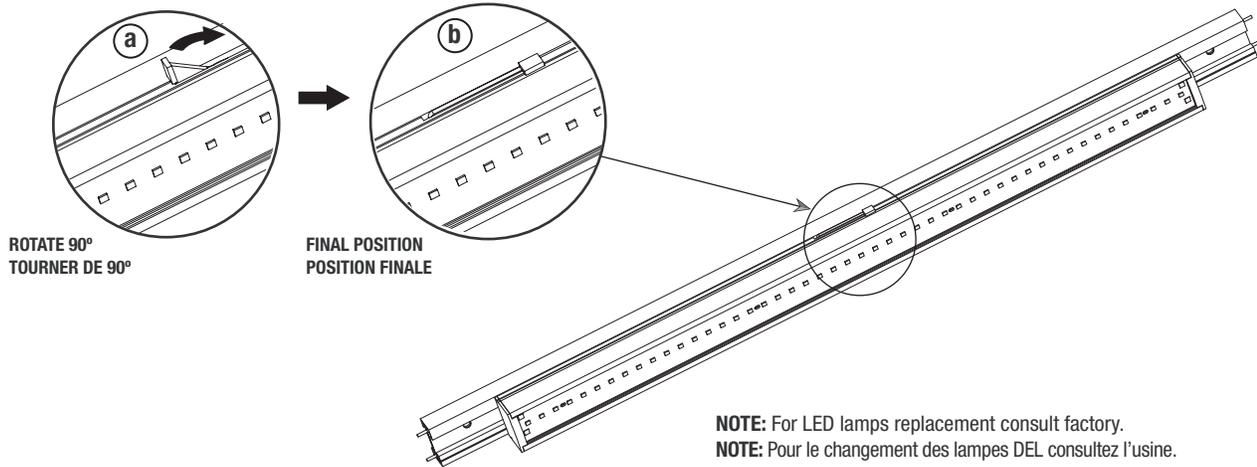

Fig. 2
3. For Tracks J-Type, rotate the Track Adaptor 90° counter clockwise as shown in Fig. 2.
3. Pour les rails de type J, faites pivoter l'adaptateur de rail 90 ° sens inverse des aiguilles d'une montre comme indiqué sur la Fig. 2.